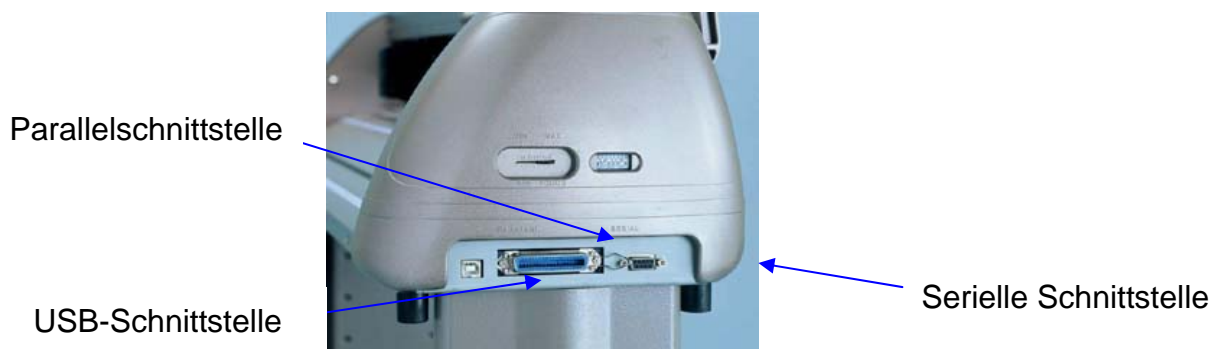

Abb. 3-1
1. Schließen Sie das Parallelkabel am Plotter und am Computer an (Abb. 3-1).